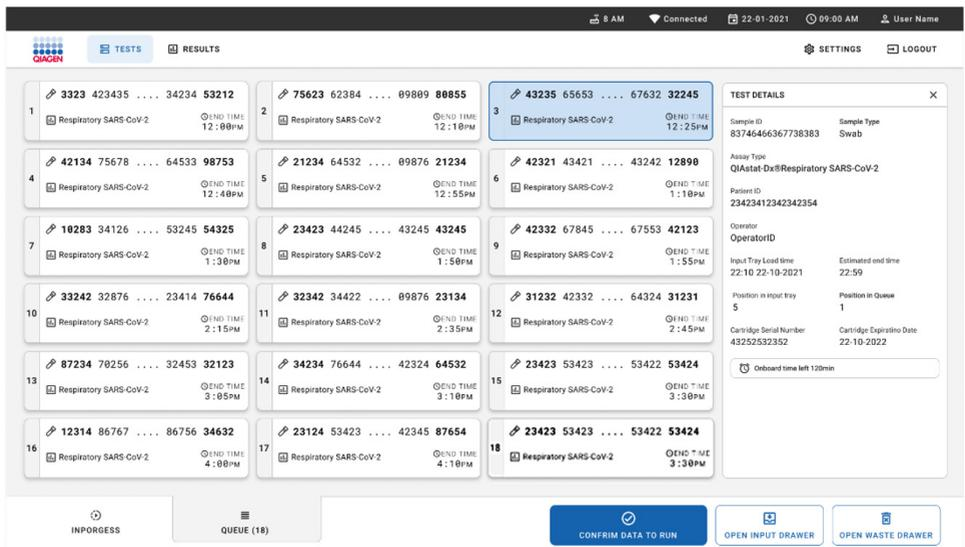

Figura 31. La pantalla Sample Queue (Cola de muestras) con un ensayo seleccionado que muestra información adicional.
Si ha selecciona una prueba en la pantalla táctil, se muestra información adicional en la sección TEST DETAILS (Detalles de la prueba) de la pantalla (figura 31).
16. Pulse el botón **CONFIRM DATA TO RUN** (Confirmar datos que se van a ejecutar) en la parte inferior de la pantalla si todos los datos que se muestran son correctos (figura 31). Después, se requiere una confirmación final por parte del operador que ejecuta las pruebas.